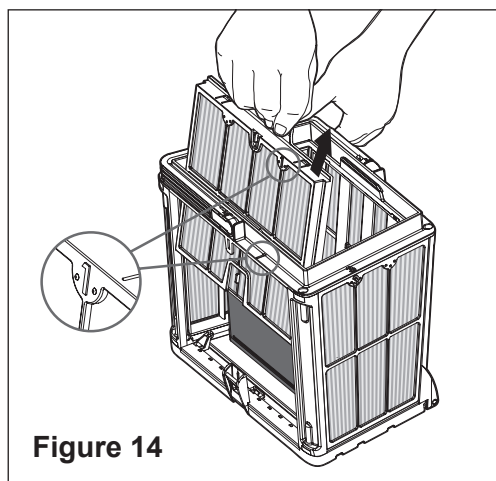

Figure 14
3. Retirez doucement le tamis du panier filtre. Voir **Figure 14**.